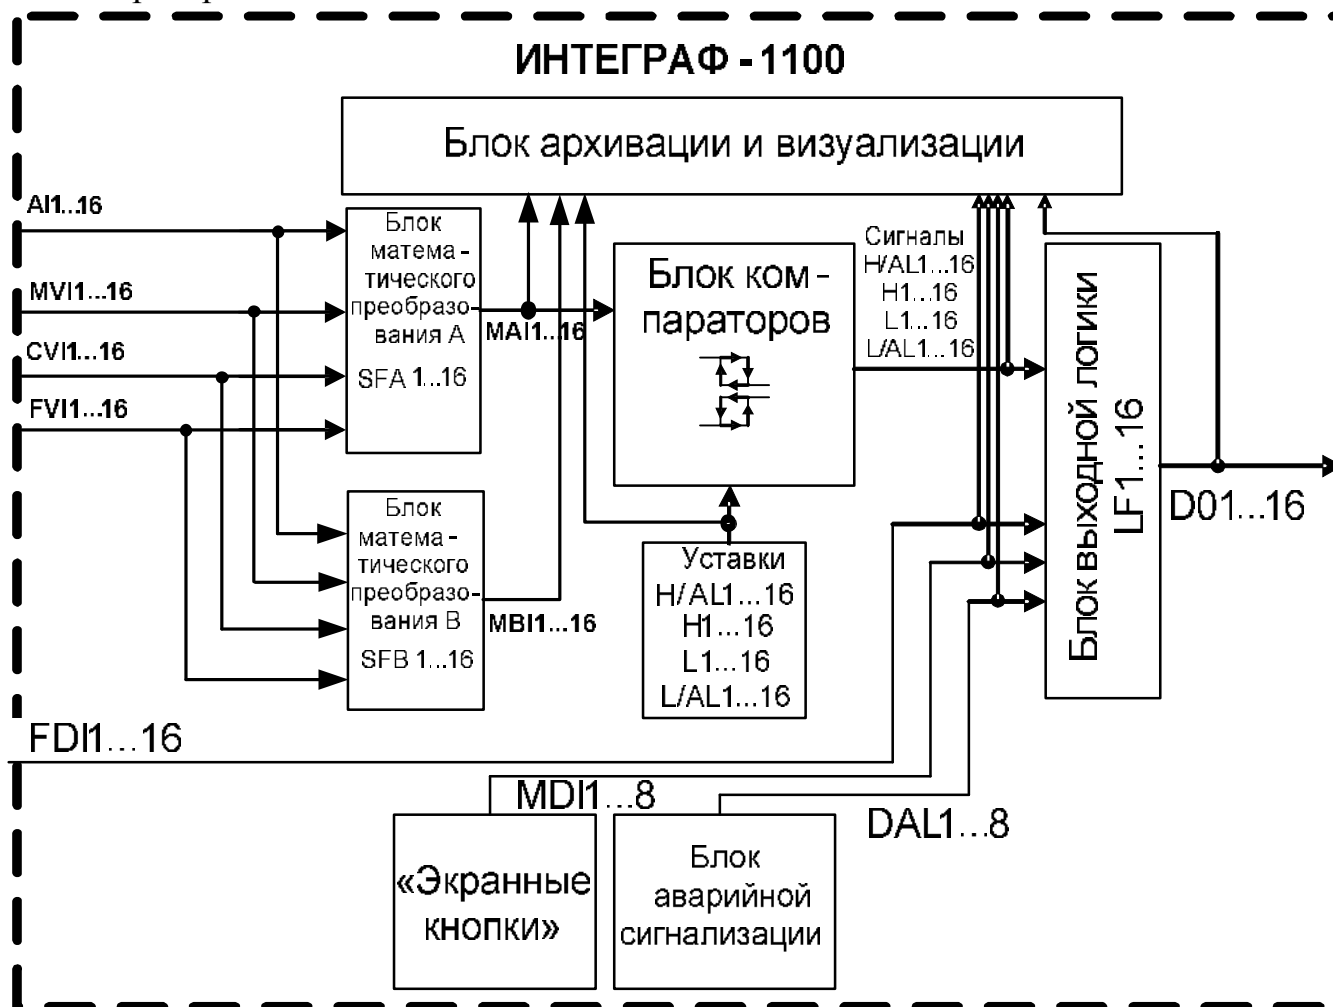

Рисунок 2 – Функциональная структура ИВК ИНТЕГРАФ-1100
Значения аналоговых сигналов (AI, MV), сигналов тахометров (FV), счётчиков импульсов (CV) подвергаются математической обработке и преобразуются в измеренные сигналы МА блока А и МВ блока В. Состав сигналов, входящих в блоки А и В, формируется пользователем при настройке (см. рисунок 2).